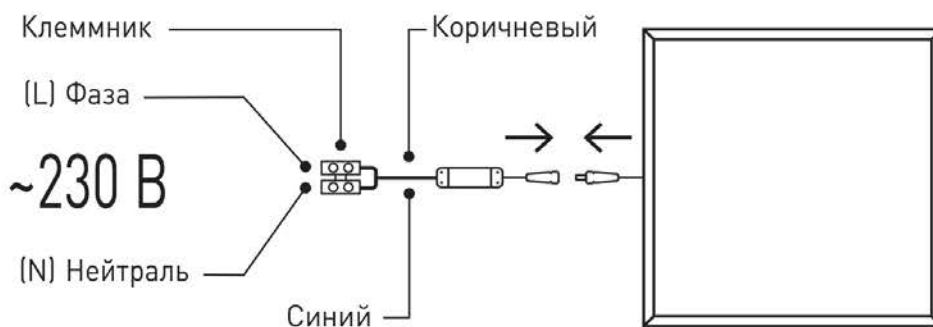

Рис.1. Схема подключения светильника к сети 230В.
3.3.2. Этот провод необходимо подключить к проводу источника питания с помощью клемника в соответствии со схемой, изображенной на рис.1;